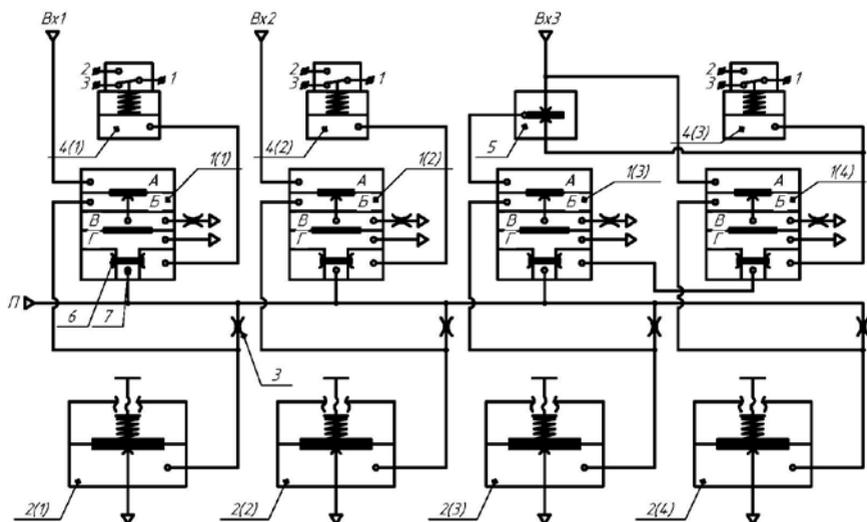

Рис. 2
Принцип действия преобразователя основан на сравнении в компараторе типа КАМП меняющегося давления входного сигнала и настраиваемого постоянного давления подпора, которое формируется при помощи делителей, состоящих из нерегулируемых дросселей типа САМП.4-2 (3) и пневмозадатчиков ПЗД.3 2(1) — 2(4) (рис.2).
формируется сигнал «О». Если давление в камере «А» превышает давление в камере «Б», то под действием давления питания диск (6) перемещаясь вверх, открывает сопло (7) и на выходе компаратора формируется сигнал «1» ($0,14 \pm 0,014$ МПа). Принципиальная схема преобразователя изображена на рис.2.